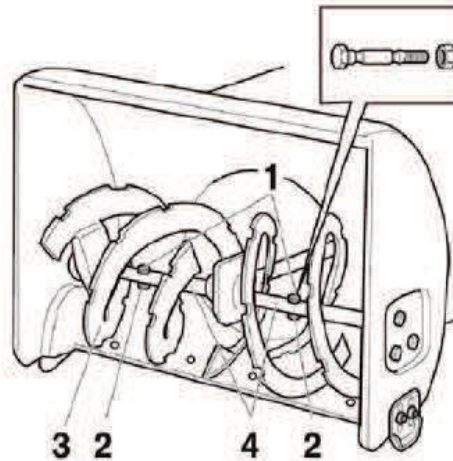

Рис. 13. 1. Предохранительные болты. 2. Контргайки. 3. Шнеки. 4. Вал.
- ✓ при отпущенном рычаге привода колёс установите рычаг переключения скоростей последовательно во все положения. При этом ведомый фрикционный диск (2) не должен касаться ведущего фрикционного диска (3). Если происходит контакт, ослабьте трос привода колёс.
11.10 Замена предохранительных болтов (см. рис. 13)